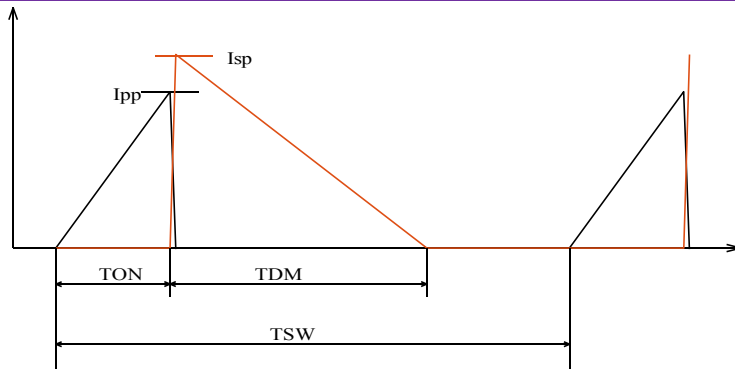

图 4 电流波形工图
在 CC 模式工作下，CS 引脚的电流信息可以准确地调节次级平均电流。由于系统工作在 DCM 模式，参照下面的图 4，电流峰值 (IPP)，匝数比 (NP/NS)，次级退磁时间 (TDM)，和开关周期 (TSW) 确定次级平均输出电流。忽略漏电感的影响，平均输出电流由方程 (3) 得到。在 CC 模式下，只要辅助绕组可以保持 VCC 高于 UVLO 关闭阈值，当平均输出电流达到规定的基准电流时，在任何低于目标输出电压下都是工作在频率调制模式 (FM) 下的。